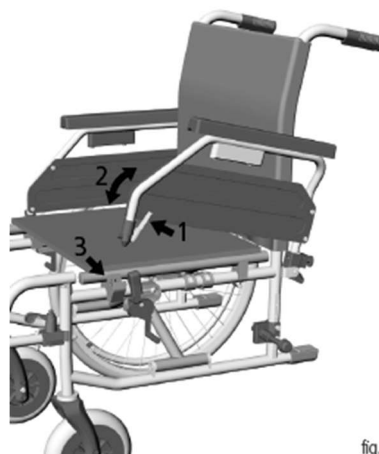

fig. 6
1. Presione hacia delante la palanca de bloqueo del panel lateral (1, fig. 6).
2. Sujete el panel lateral por el tubo situado delante del reposabrazos y gírelo hacia arriba/atrás (2, fig. 6).
Al girar el panel lateral hacia abajo: Introduzca el tubo del panel lateral en la fijación y asegúrese de que encaja correctamente (3, fig. 6).